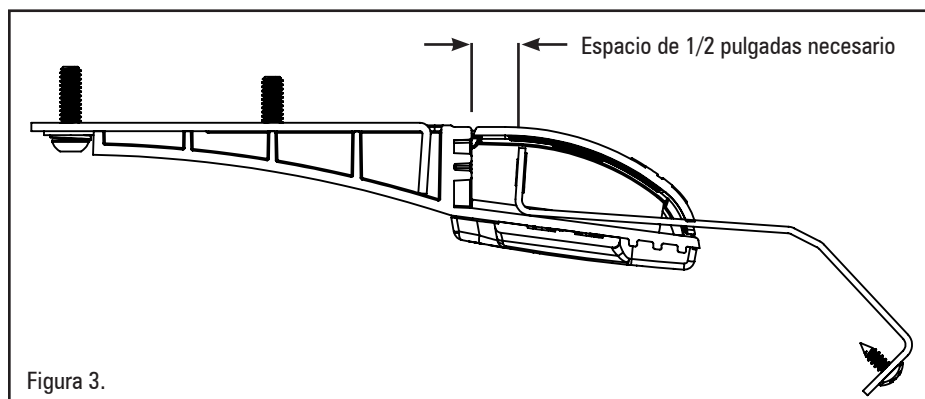

Figura 3.
4. Coloque la barra de luces en el centro del techo y sujete los soportes de la barra de luces. Debe quedar un espacio libre de 1/4 pulgada-1/2 pulgada entre el soporte de gancho y la pared frontal del pie de montaje antes de tensar el perno del soporte de gancho (Ver Figura 3). Ajuste la posición del pie de montaje para dejar este espacio libre.